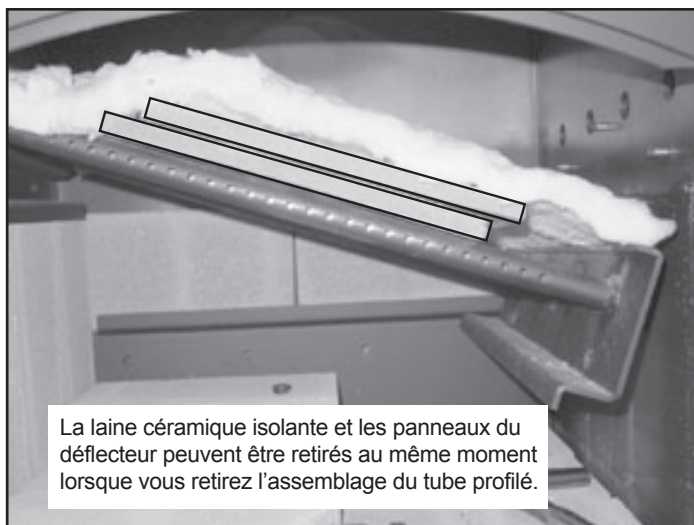

Figure 27.1
2. La plaque-défecteur est en 2 parties. Avec la laine céramique en place, glissez une des parties du déflecteur par-dessus l'autre tout en gardant tous les composants dans la boîte à feu (**Figure 27.1**).
4. Glissez l'assemblage du tube profilé vers la gauche, jusqu'à ce qu'il soit à l'extérieur des fils. Laissez tomber le côté droit, puis glissez l'assemblage vers la droite (**Figure 27.1 à la page 27**).